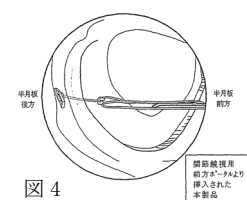

図4
5. 僅かに左右に振ってニードルをゆっくりと引き抜くと、1個目のインプラントが半月板後方もしくは関節包に引っかかり、ニードルから抜ける。（図4参照）